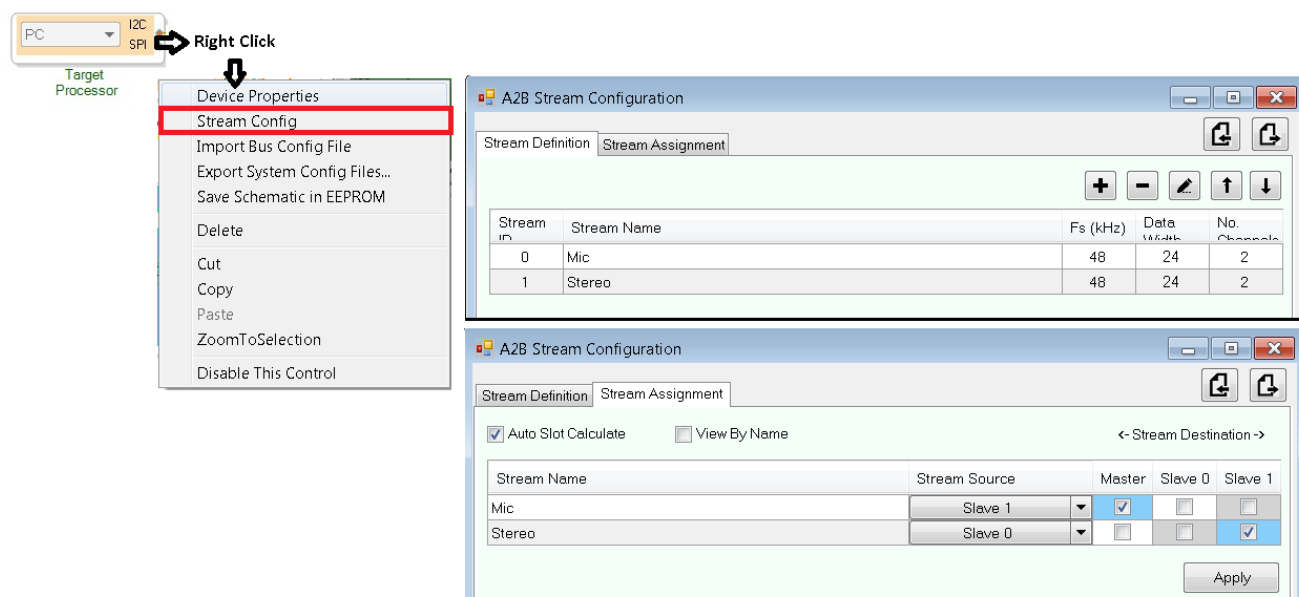

図4.ストリーム構成
- スレーブ 0 からのマイクロフォン・データは、スレーブ 1 に接続されているヘッドセットから再生出力されます。A2B Stream Configuration ウィンドウで信号源と宛先を選択して、経路を変更します。図 4 に示すように、Stream Config タブ (Target Processor を右クリック → Device Properties → Stream Config の順に操作) によって、ノードの両端でのオーディオ・ストリームを定義します。Apply ボタンをクリックすると、ストリーム割り当てに応じて、ノードの両端でのアップストリームとダウンストリームのスロットが設定されます。